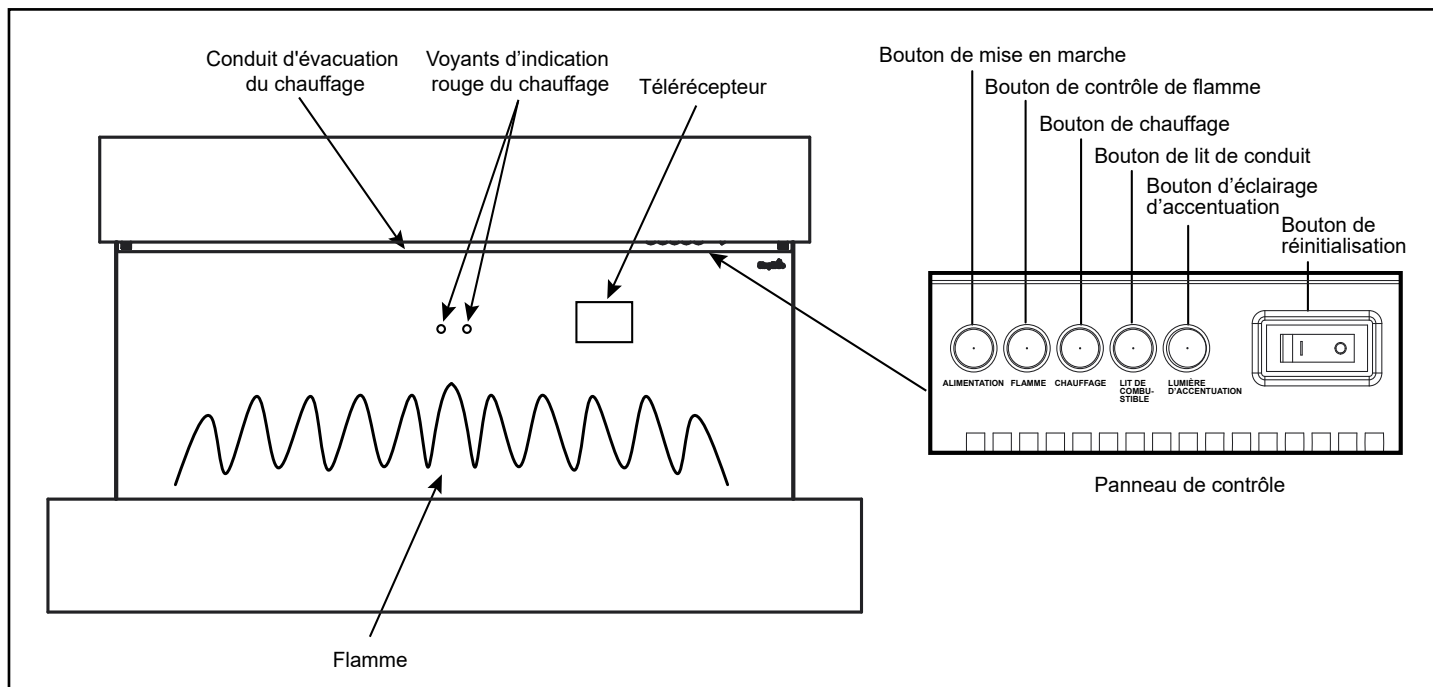

Figure 5.1 Commutateurs à commande manuelle
L'appareil peut être utilisé par télécommande et par bouton manuel. Une fois que l'appareil est correctement branché sur une prise électrique mise à la terre, allumez le bouton de mise en marche principal situé en bas à droite de l'appareil. Un bip doit être entendu après la mise sous tension initiale. Voir la figure 5.1.
- La télécommande doit se situer à une distance de 4,9 m (16 pi) et être pointée directement vers la façade de l'appareil. Pour de meilleurs résultats, pointez la télécommande vers l'emplacement du récepteur distant. Voir la figure 5.1.